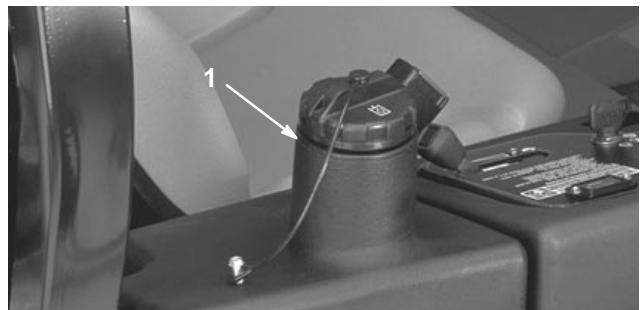

Figure 54
- Versez approximativement 13,2 l d'huile hydraulique dans le réservoir (Fig. 54) (voir Contrôle du système hydraulique, page 19).